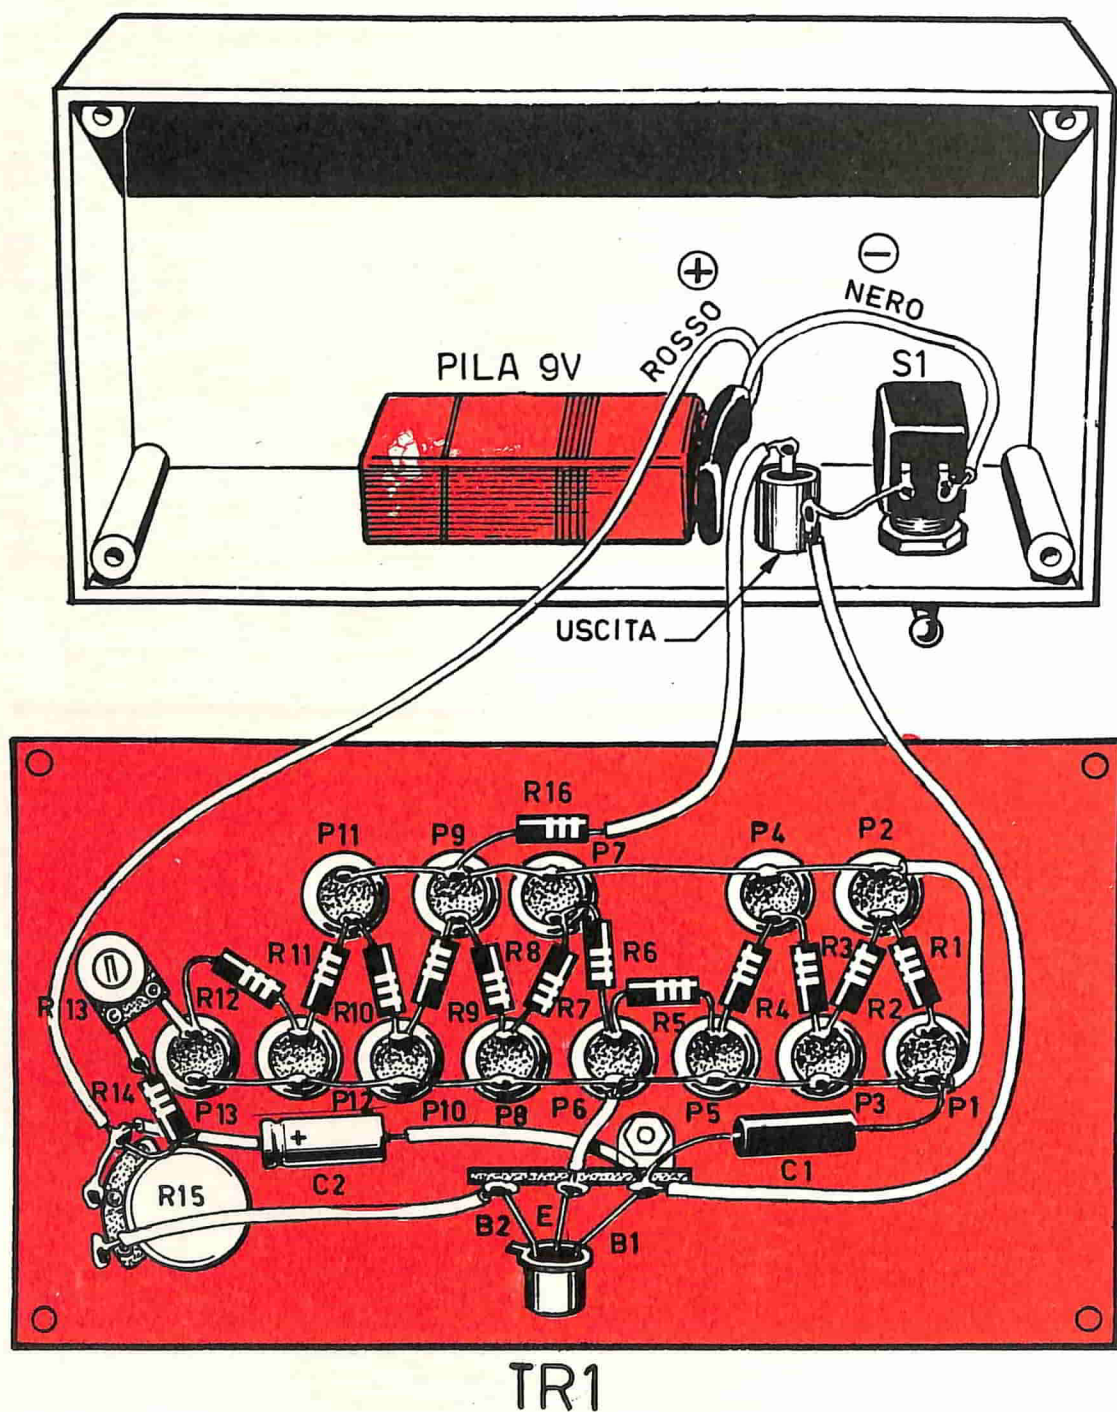

Fig. 2 - Il montaggio dell'organo elettronico è ottenuto, principalmente, sul pannello frontale di un contenitore di plastica.
Fig. 2 - In questo semplice circuito teorico è possibile assimilare il concetto di non conduttività del diodo controllato SCR quando la fotoresistenza FR risulta colpita dalla luce. La bassa tensione di 0,2 V, misurabile fra il gate (G) e il catodo (K), è puramente indicativa, perché essa dipende dalla luce ambiente e dalla resistenza variabile.
Supponiamo di poter disporre di una sorgente di energia a corrente continua, che nello schema di fig. 2 è indicata con il simbolo +.
Quando la fotoresistenza FR risulta colpita dalla luce, dato che il suo valore positivo diviene molto basso, la tensione fra il gate (G) e il catodo (K) del diodo controllato SCR diviene inferiore al valore di soglia; a titolo indicativo, sullo schema elettrico di fig. 2, abbiamo indicato questa tensione con il valore di 0,3 V; questo dato non è quello rilevabile nel circuito reale, ma è soltanto indicativo, poiché esso dipende essenzialmente dalla quantità di luce che colpisce la
Riassumendo, possiamo dire che con la fotoresistenza illuminata il diodo SCR non conduce (fig. 2), mentre con la fotoresistenza al buio il diodo SCR diviene conduttore.